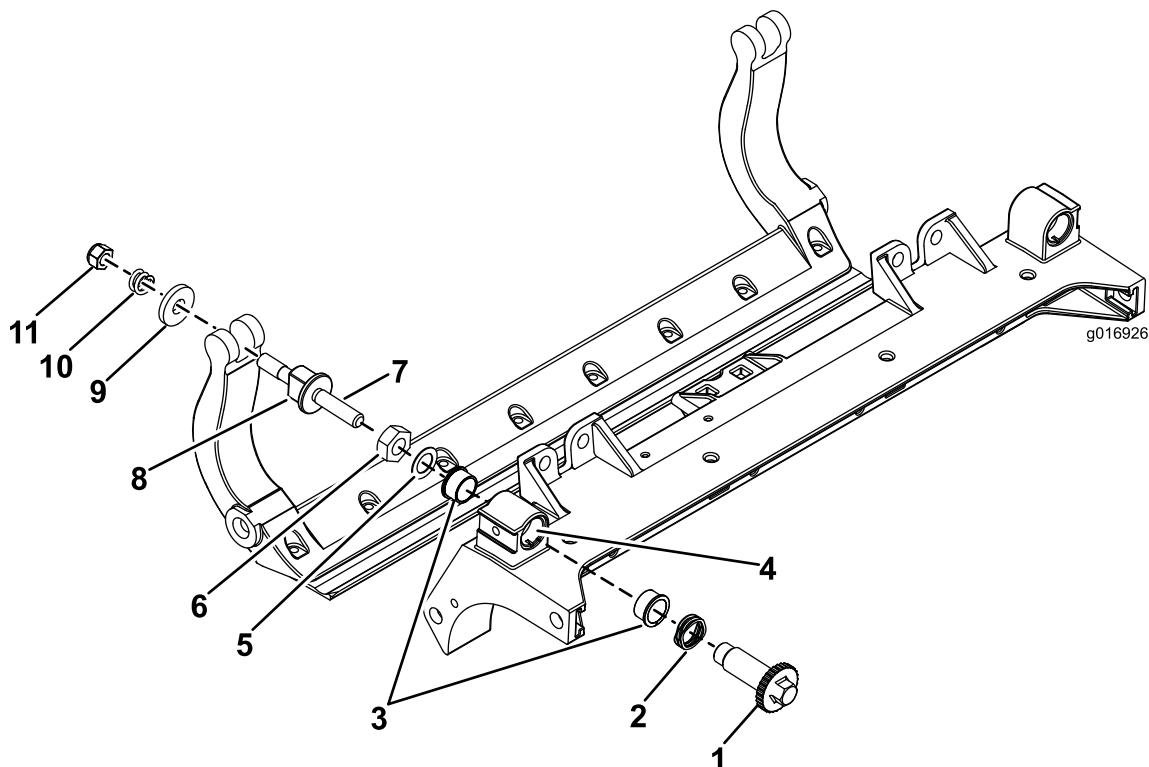

図 36
1. 全部のパーツを取り外すHD DPA キットモデル 120-7230の 取り付け要領書および 図 36を参照。
2. カuttingユニットのキャリアフレームのブッシュ挿入穴に固着防止コンパウンドを塗布する 図 36。
3. フランジブッシュのキーとフレームのキー溝を揃えて、ブッシュを挿入する 図 36。
4. アジャスタシャフトにウェーブワッシャを通し、アジャスタシャフトをCuttingユニットのフレームのフランジブッシュに通す 図 36。
5. 平ワッシャとロックナットでアジャスタシャフトを固定する 図 36。ロックナットを 2027Nm $2.12.6\text{kg.m} = 1520\text{ft-lb}$ にトルク締めする。
その外側からスチール製ワッシャを取り付ける 図 36。
11. 各ベッドバーアジャスタアセンブリを締め付けて圧縮スプリングを完全に圧縮し、そこから1/2回転だけ戻す 図 36。